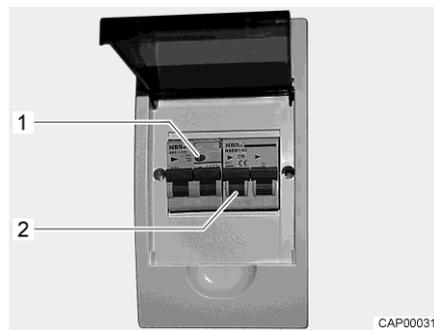

Fig. 102 Caja de fusibles de 230 V con interruptor de protección de línea e interruptor FI
Un interruptor de corriente de defecto (interruptor FI) en la caja de fusibles asegura el vehículo completo contra corriente de defecto (0,03 A). Un interruptor de protección de línea conectado en serie (10 A) (Fig. 102,2) asegura la red de a bordo de 230 V.
- Si el vehículo está conectado a la alimentación de 230 V, pulsar la tecla de prueba (Fig. 102,1). Se debe activar el interruptor de corriente de defecto.